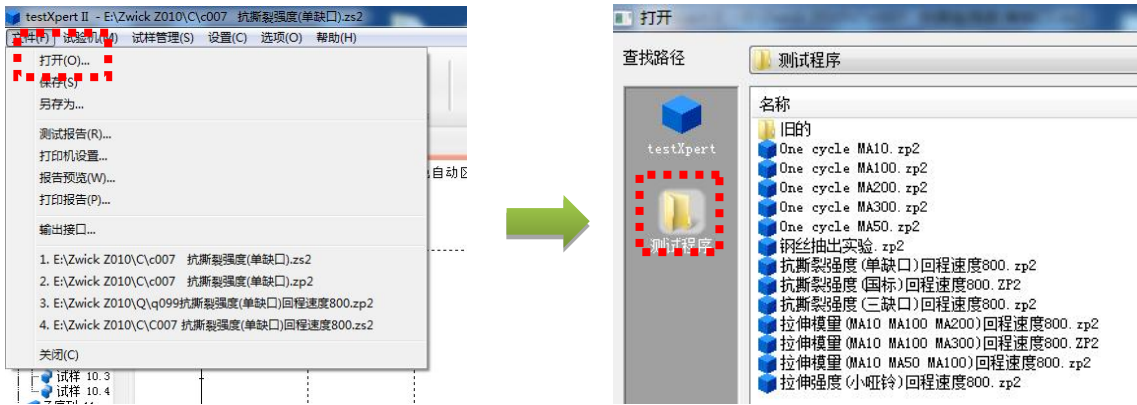

图 3
3.3.2 鼠标单击测试画面左上角『文件』按钮后，再单击『打开』按钮，再单击『测试程序』按钮。（如图3）